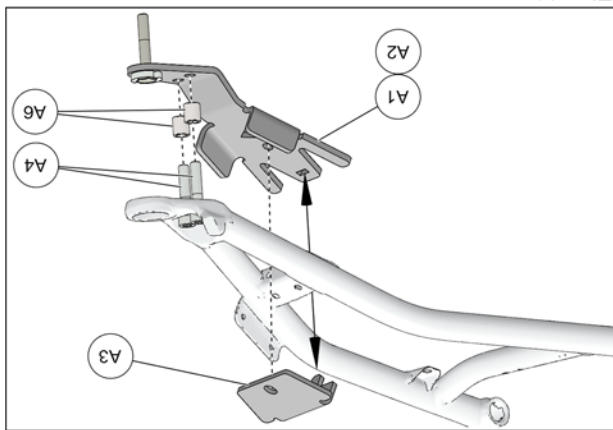

Fig. 18
7. Glisser les espacateurs (A6) sur les vis à six pans l'ancrage anti-rotation (A1-A2) sous le bras de suspension inférieur, en insérant les vis (A4) à travers les trous de l'ancrage. Positionner la partie supérieure (A3) au-dessus du bras de suspension et insérer le tenon de la partie pliée dans la mortaise de la partie inférieure. Voir la Fig. 18